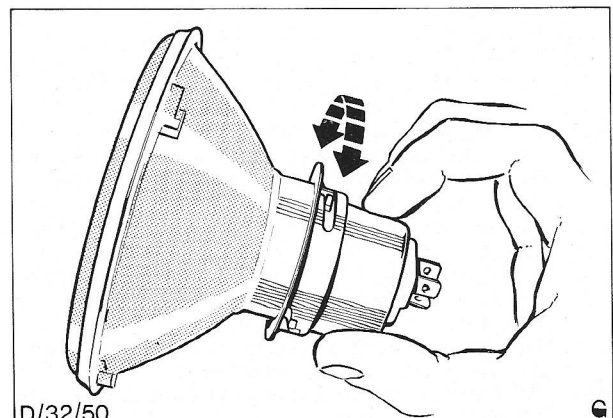

Fig. 9. Losdraaien van de gloeilampbeschermer om de lampen te kunnen bereiken.
5. Draai de gloeilampbeschermer linksom en verwijder de beschermer om de gloeilamp(en) te kunnen bereiken. Zie fig. 9.